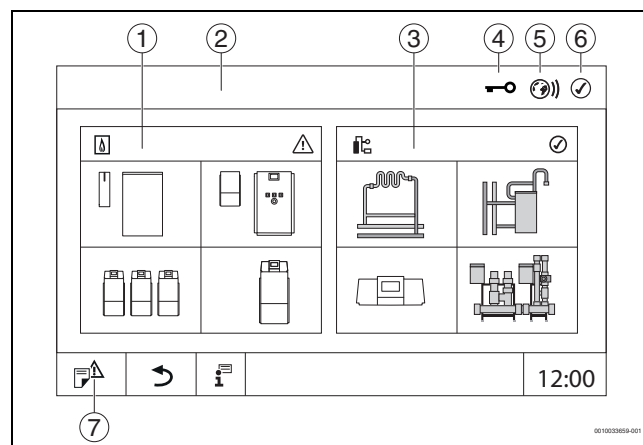

Bild 8 Systemübersicht (Beispiel)
- **Anlage** antippen (→ Bild 8, [3], Seite 15).